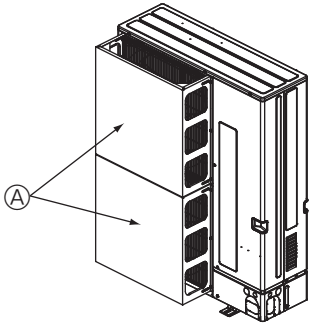

Fig. 2-16
- ① Եթե օդորակիչը տեղադրված է այնպիսի վայրում, որտեղ հնարավոր են ուժեղ քամիներ, փոթորիկներ և օդափոխման վանդակը պաշտպանված չէ, ապա տեղադրեք օդի արտաթողքի լրացուցիչ պաշտպանիչ օղակներ: (Fig. 2-16)